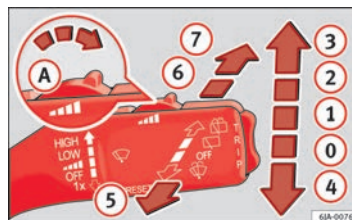

Fig. 66 La palanca del limpiacristales
- Si sólo desea limpiar el parabrisas **brevemente** desplace la palanca hacia abajo hasta la posición **4** ⇒ fig. 66.
- Mueva la palanca hacia arriba hasta el encastre **1** ⇒ fig. 66.
- Mueva la palanca hacia arriba hasta el encastre **2** ⇒ fig. 66.
- Mueva la palanca hacia arriba hasta el encastre **3** ⇒ fig. 66.
- Tire de la palanca hacia el volante, posición **5** ⇒ fig. 66, el lavaparabrisas y los limpiaparabrisas funcionan.
- Presione la palanca hacia delante hasta el encastre **6** ⇒ fig. 66, el limpiaventana se acciona en intervalos de 6 segundos.
- Presione la palanca completamente hacia delante hasta la posición **7** ⇒ fig. 66, el limpia y lavaluneta funcionan simultáneamente.
- Mueva la palanca hasta la posición **0** ⇒ fig. 66. ■
Si están encendidas las luces de cruce o de carretera y levanta la palanca a la posición **5** ⇒ fig. 66, se accionan brevemente los lavafaros. Los lavafaros se accionan también cada diez veces que se accione el lavaparabrisas.
- Presione la palanca hasta la posición ④ ⇒ fig. 66 ⇒ página 105, los brazos de los limpiaparabrisas se colocan en la posición de servicio.
- Conecte el encendido y presione la palanca hasta la posición ④ ⇒ fig. 66 ⇒ página 105, los brazos de los limpiaparabrisas se colocan en la posición básica.